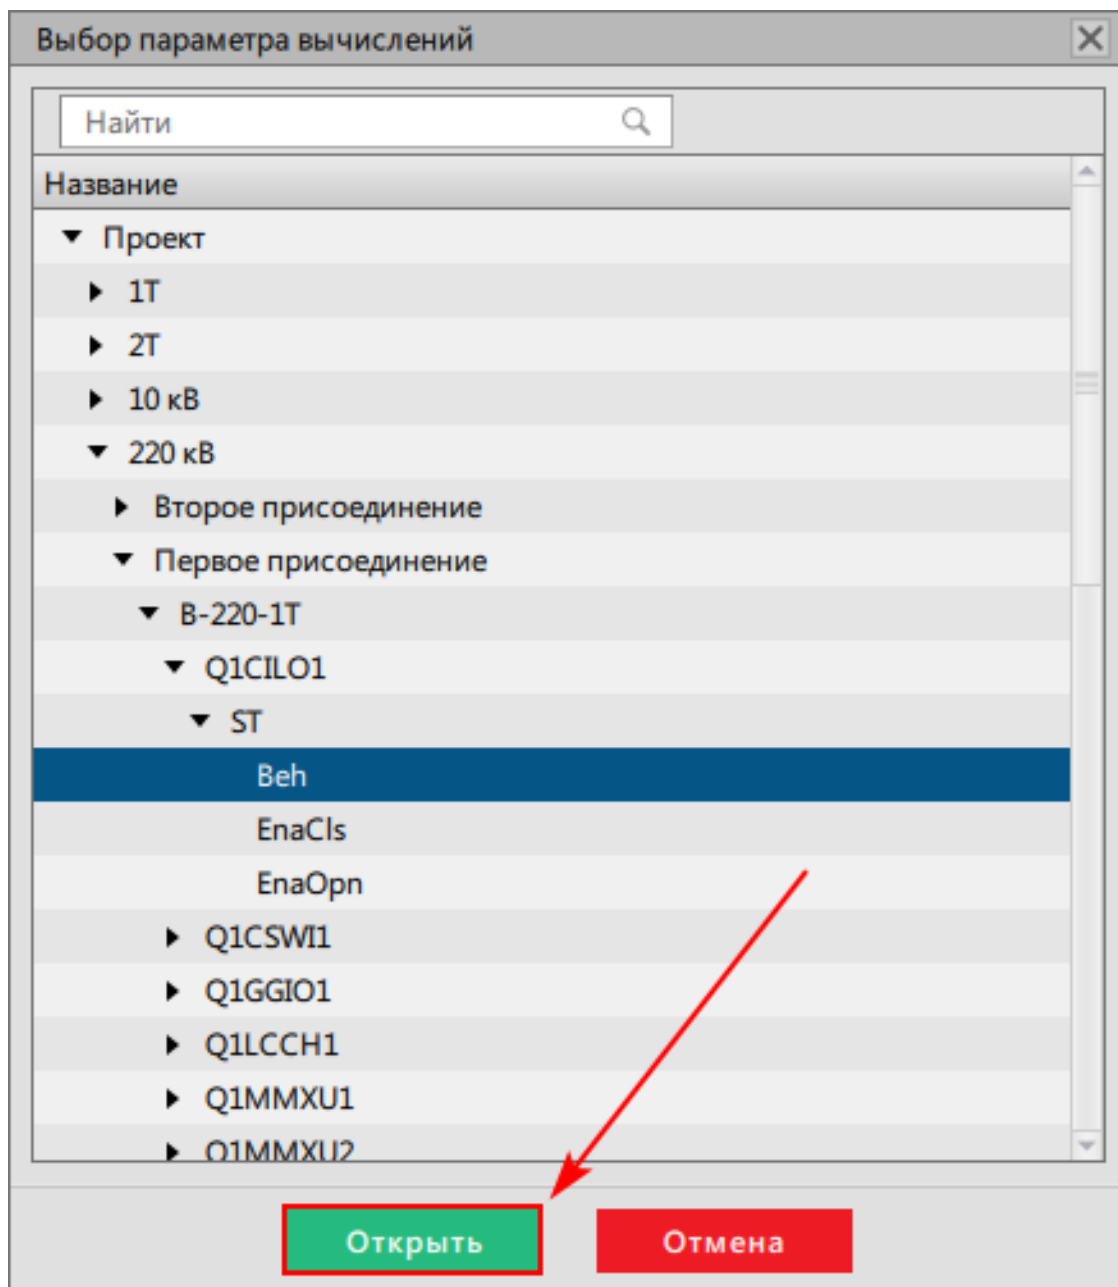

Рисунок 435 - Выбор параметра вычислений
3. В окне **Выбор параметра вычислений** выделите соответствующий тег и нажмите **Открыть** (Рисунок 435).